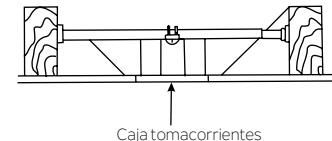

Fig. 4
**NOTA:** Dependiendo de la ubicación que usted haya seleccionado para la instalación, es posible que necesite comprar e instalar un "Colgante de Viga" para el soporte de la caja tomacorrientes. Asegúrese de que el soporte de la viga que compre haya sido diseñado para usarse con ventiladores de techo. (Fig. 4).